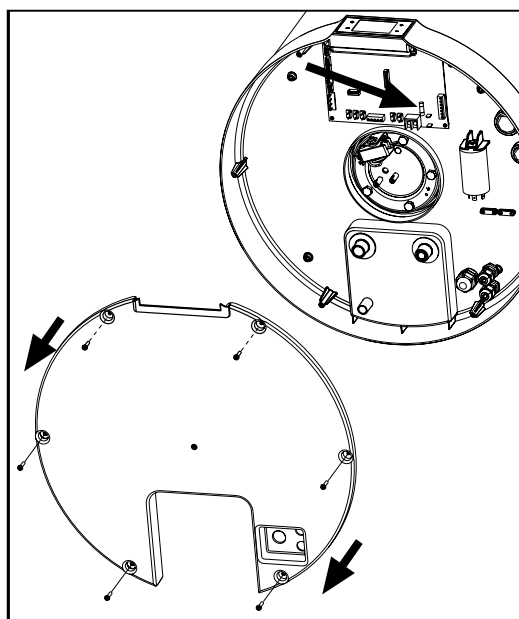

fig. 58
- Retirez le capot inférieur en dévissant d'abord les vis de verrouillage spécifiques (fig. 58).